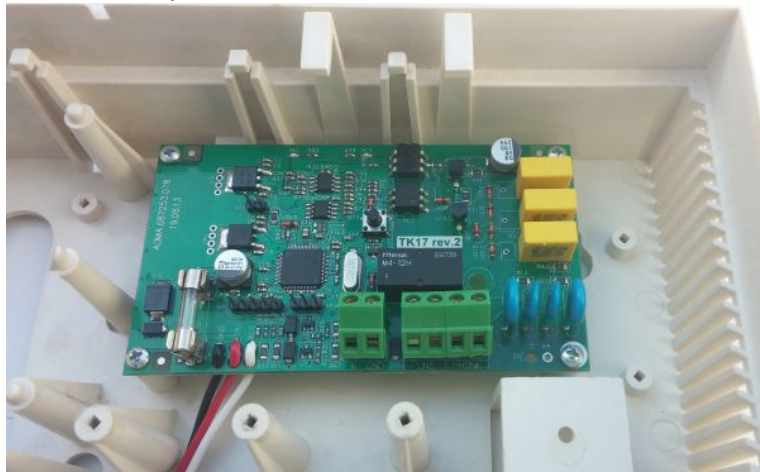

Рисунок 32. Установка коммуникатора «ТК-17»
2. Установить коммуникатор в корпус (рисунок 32) и подключить его (рисунок 41);